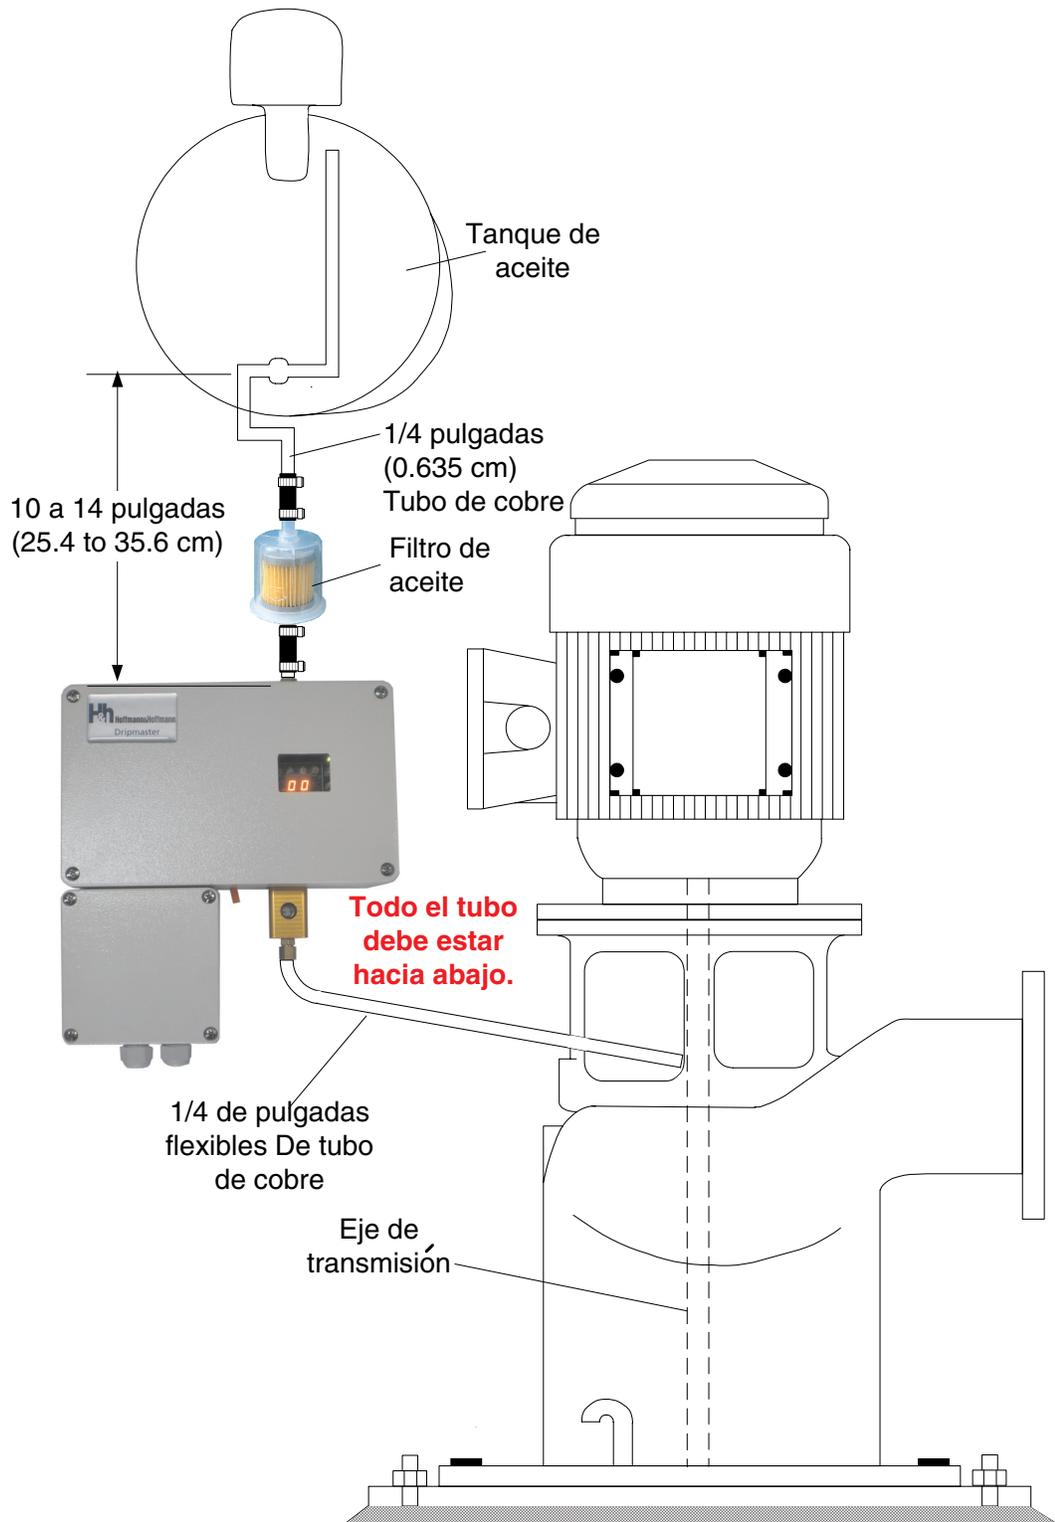
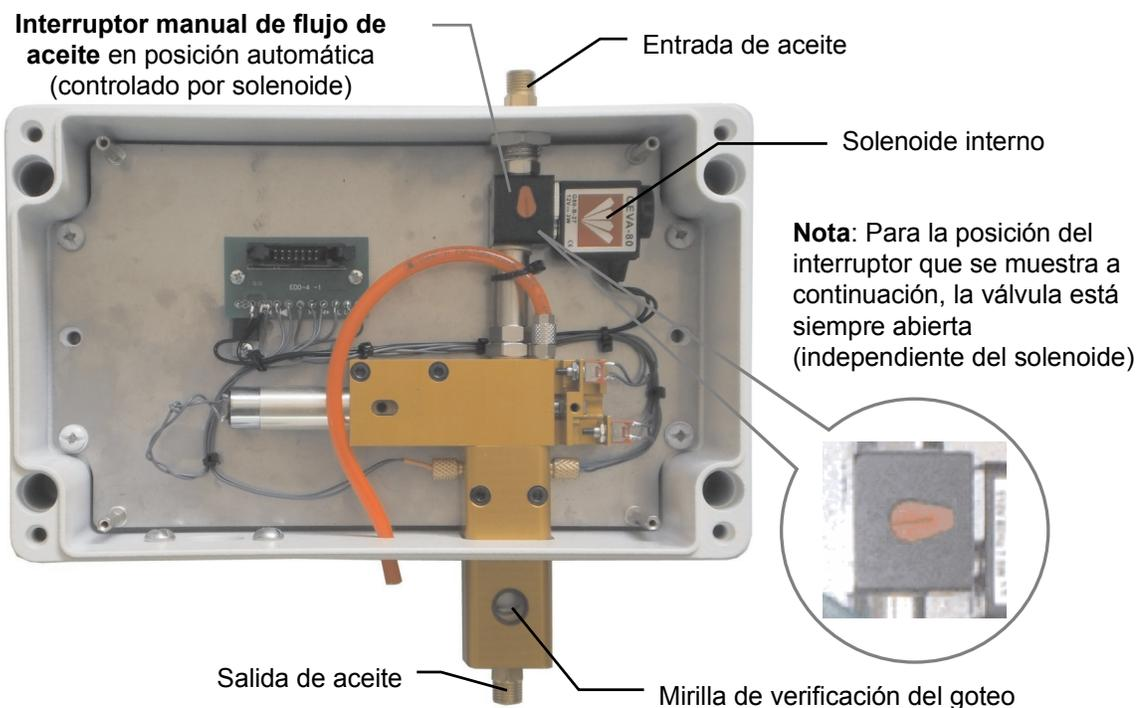

Figura 2: Requerimientos de la instalación
Figura 8: Conjunto de la válvula de aguja del Dripmaster EDD-4C
| Figura 2: Requerimientos de la instalación | 7 |
Importante: La separación relativa entre el tanque de aceite, el Dripmaster, y la entrada del eje prolongado debe ser de acuerdo a la Figura 2. Con el fin de mantener la presión de aceite mínima en la válvula de aguja (especialmente cuando el depósito de aceite está casi vacío), la entrada de aceite debe estar en el intervalo de 10 a 14 centímetros por debajo del depósito de aceite.
6. Conectar el filtro de aceite (incluido) en el depósito de aceite (Figura 2).
7. Conectar la salida de aceite del Dripmaster (Figura 8 en la página 19, y la Figura 2) a la entrada del eje por medio de un tubo de cobre flexible de 1/4 de pulgada.
Utilice la mirilla de verificación de goteo (ver Figura 8 a continuación) para comprobar la tasa de goteo.